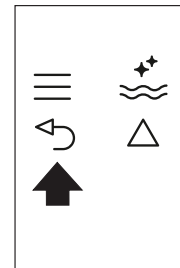

Fig. 25
- ▶ Apăsăți de două ori pe pictograma  (B6) (Fig. 25) pentru a ieși din meniu.